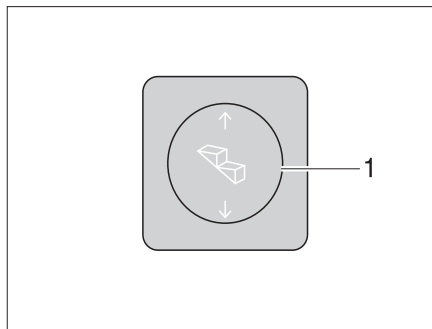

Fig. 9 Conmutador de mando escalón de entrada
**Extracción:** ■ Pulsar el interruptor basculante (Fig. 9,1) por abajo hasta que esté completamente extraído el escalón de entrada.
**Introducción:** ■ Pulsar el interruptor basculante (Fig. 9,1) por arriba hasta que haya introducido completamente el escalón de entrada.